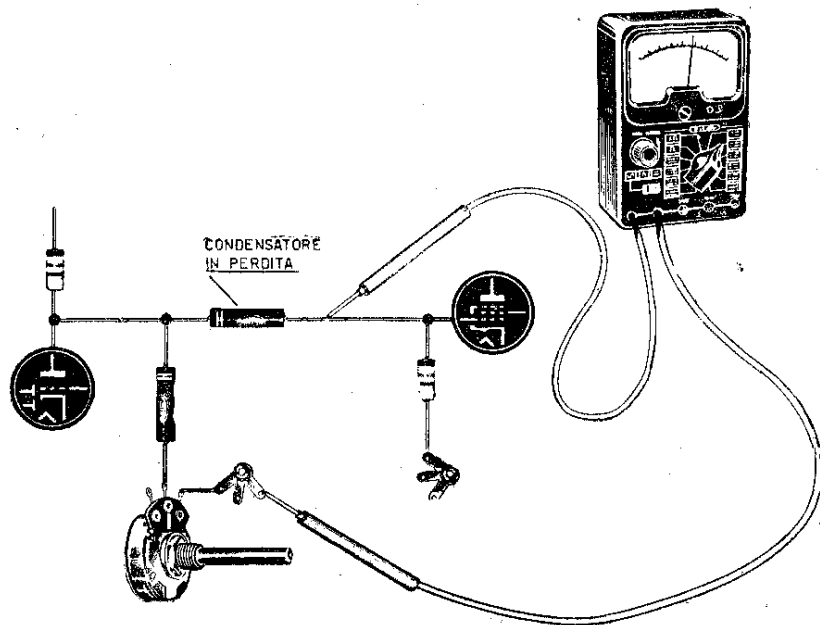

Fig. 51
**108** Può crearsi audizione debole e distorta qualora il condensatore d'accoppiamento tra placca preamplificatrice e griglia finale sia in perdita. Distaccheremo il condensatore d'accoppiamento dalla griglia (fig. 51) e inseriremo tra questi e la massa un voltmetro cc. 100 volt fondo scala. Se il condensatore non risultasse in perdita il voltmetro non segnalerà alcuna tensione. In caso contrario denuncerà difetto, per cui provvederemo a sostituirlo.